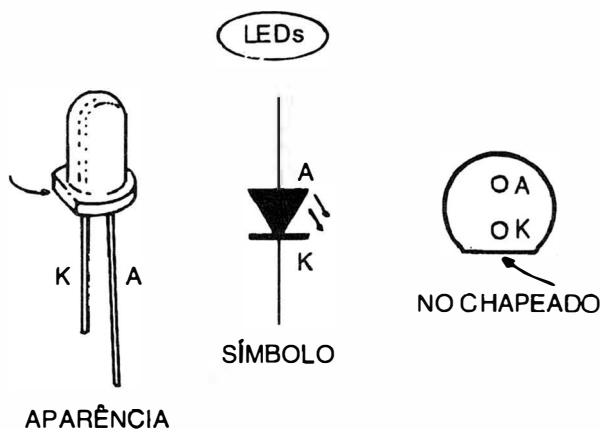

Fig.3
- FIG. 3 - ESTILIZAÇÃO DOS LEDs NO CHAPEADO... - Normalmente, nas montagens aqui mostradas, os eventuais LEDs indicadores não ficam diretamente *sobre* a placa de impresso, e assim recebem de nossos desenhistas uma estilização específica e padronizada com a qual o leitor de APE já está mais do que acostumado... No ITR, entretanto, pelas intenções de compactação, preferimos incluir os ditos LEDs logo *em cima* da placa de impresso... Assim uma estilização *alternativa* foi utilizada visando a perfeita identificação dos seus terminais... Para que o leitor/hobbysta (principalmente se iniciante...) não se confunda, a ilustração mostra a aparência *real* da peça, seu símbolo esquemático e - juntamente - a dita estilização alternativa utilizada no desenho do *chapeado* (confirmem, mais adiante...).
tiva **polaridade**, claramente indicada no *chapeado* e nos próprios *corpos* dos componentes... Atenção, ainda, ao posicionamento dos LEDs (rever FIG. 3), com relação às suas **cores** e observando que ambos ficam com o pequeno chanfro existente em suas bases voltado para o *interior* da plaquinha (e *não* para a borda próxima do impresso...). Cuidado para não trocar posições dos resistores, em função dos seus valores... Aos eventuais leitores *começantes* recomenda-se uma leitura atenta às **INSTRUÇÕES GERAIS PARA AS MONTAGENS** e ao **TABELÃO**